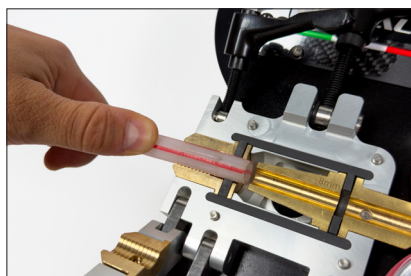

Fig. 1
- Aprire i morsetti dell'adattatore tubo e dell'adattatore cavo ed inserire il tubo nel rispettivo adattatore (Fig. 1).